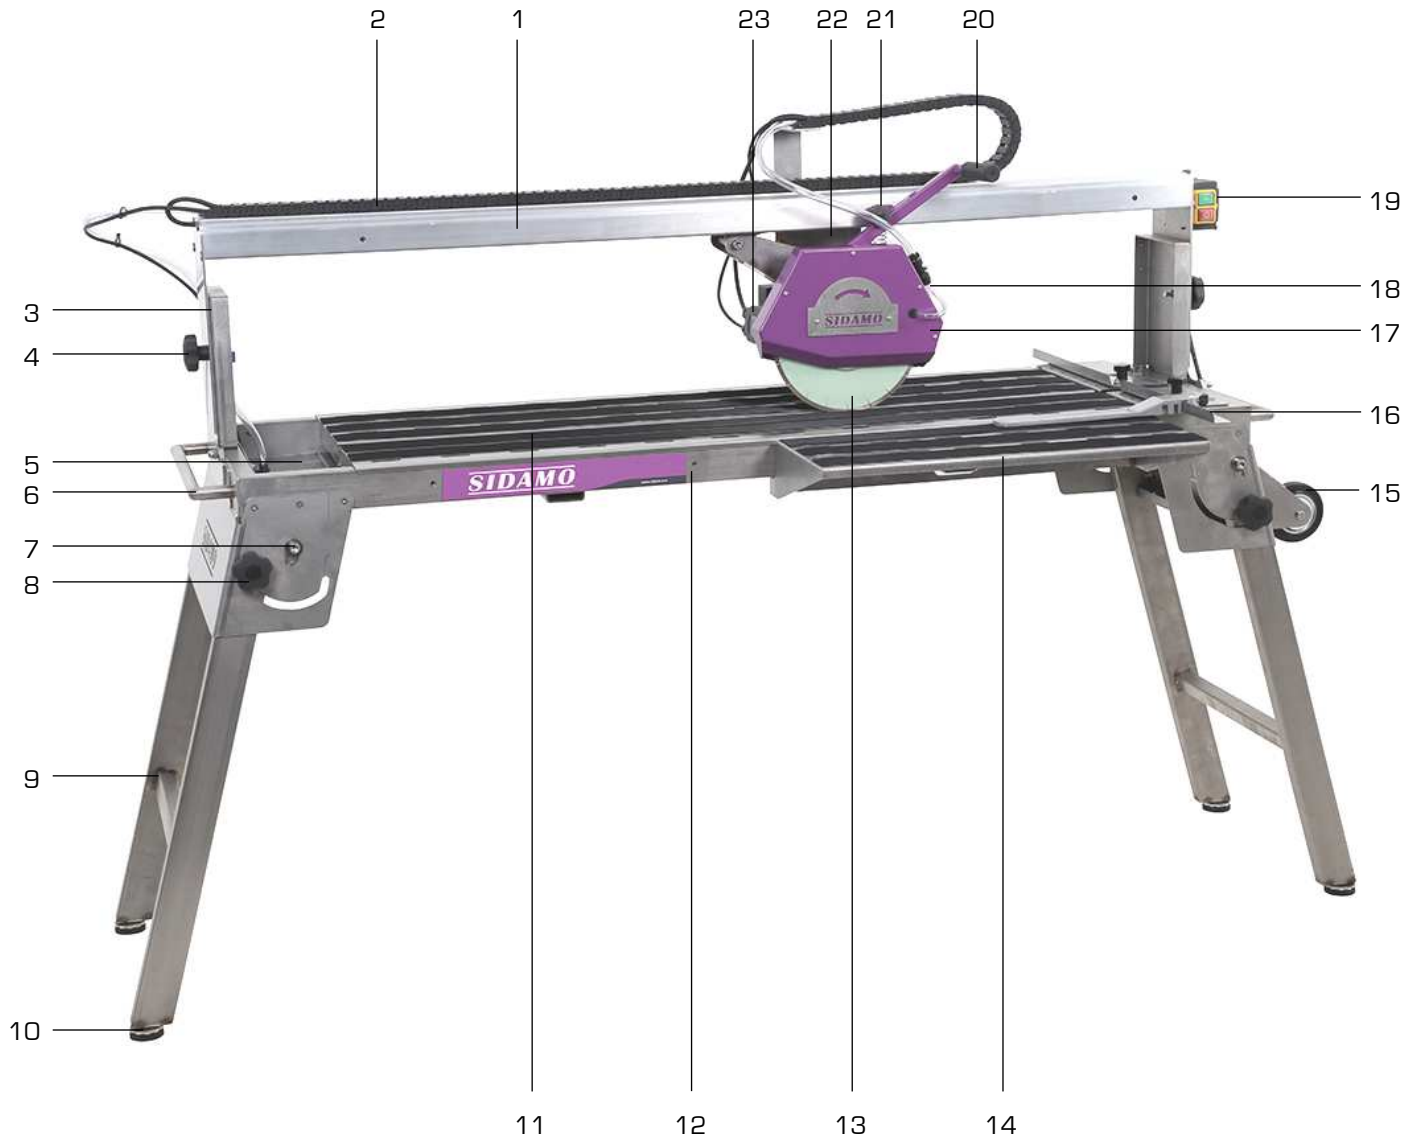

Figure 1
Le bâti est équipé de roues de transport (15 fig.1) pour faciliter le déplacement par une personne.
1. Vider le bac à eau (5 fig.1).
2. Bloquer la tête de coupe (22 fig.1) via la poignée de blocage tête (21 fig.1) dans son emplacement prévu afin d'éviter tout mouvement pendant le transport.
3. Replier les règles d'appui orientables (16 fig.1).
4. Retirer les extensions de table (14 fig.1), si nécessaire.
5. Vérifier que les poignées de fixation pied (8 fig.1) sont correctement serrées pour éviter tout accrochage pendant le transport.
6. Déplacer la machine à l'aide de la poignée de transport (6 fig.1).